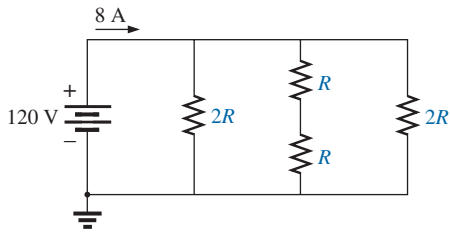

Figura 7.70 Problema 11.
11. No circuito da Figura 7.70 todos os resistores são iguais. Quais são seus valores?